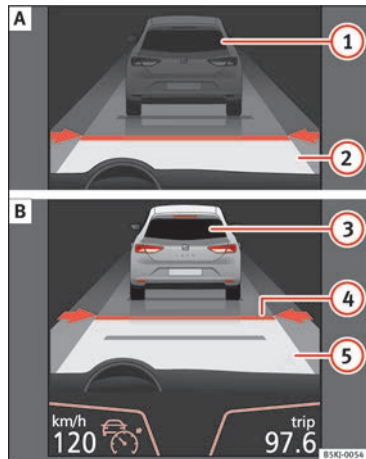
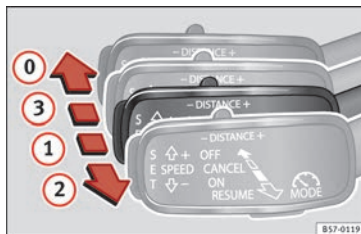
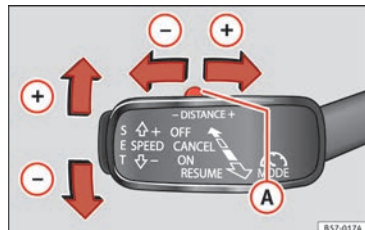

Abb. 194 Im Display des Kombiinstrumentes: (A) ACC inaktiv (Standby). (B) ACC aktiv.
Abb. 196 Auf der linken Seite der Lenksäule: dritter Hebel für die Betätigung der automatischen Distanzregelung.
Abb. 197 Auf der linken Seite der Lenksäule: dritter Hebel für die Betätigung der automatischen Distanzregelung.
Anzeigenbereiche im Display »» **Abb. 194:**
Wenn die adaptive Geschwindigkeitsregelung (ACC) eingeschaltet ist, schaltet sich auf der Schalttafel die grüne Kontrollleuchte ein (☺) und auf dem Bildschirm werden die programmierte Geschwindigkeit und der Zustand der ACC angezeigt »» **Abb. 194.**
Während der Fahrt können Sie die aktuelle Geschwindigkeit, falls erwünscht, als Fahrgeschwindigkeit des Fahrzeugs einstellen und die ACC aktivieren. Drücken Sie dazu auf die Taste **SET** »» **Abb. 197**. Falls Sie die Geschwindigkeit in Schritten von 1 km/h (0,6 mph) erhöhen oder reduzieren möchten, bewegen Sie den Hebel in die Position ② »» **Abb. 196** oder drücken Sie die Taste **SET**.
Die programmierte Geschwindigkeit kann je nach Wunsch während der Fahrt oder bei Fahrzeugstillstand geändert werden. Jegliche Änderungen der programmierten Geschwindigkeit werden unten links im Display des Kombiinstrumentes angezeigt »» **Abb. 194**.
Um das Abstands-niveau zu erhöhen oder zu reduzieren, drücken Sie den Wippschalter nach rechts/links »» **Abb. 197** ①.
- Um die ACC zu aktivieren, müssen Sie, wenn sich der Hebel in Position ① befindet, die Taste **SET** drücken oder den dritten Hebel der ACC in die Position ② »» **Abb. 196** bringen. In diesem Moment wechselt die ACC-Anzeige im Display des Kombiinstrumentes in den Modus *Aktiv* »» **Abb. 194**.
Um die ACC zu deaktivieren, bewegen Sie den Hebel in die Position ③ »» **Abb. 196** (eingearstet). In diesem Moment erscheint der Text **ACC deaktiviert** und die Funktion ist vollständig deaktiviert.
Falls Sie die ACC nicht ausschalten, sondern nur vorübergehend in den inaktiven Modus (Standby) versetzen möchten, bewegen Sie den dritten Hebel in die Position ③ »» **Abb. 196** oder betätigen Sie das Bremspedal.